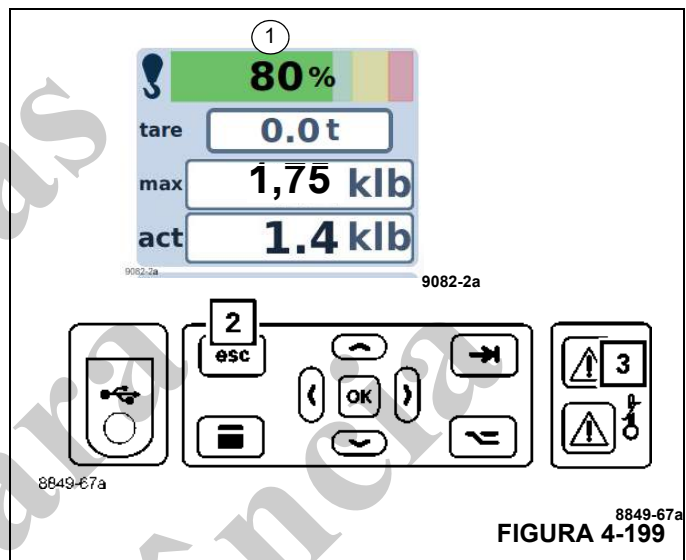

FIGURA 4-199
- Um tom intermitente de campainha soará. Após cinco segundos, será possível desligar o tom de campainha usando o botão (2, Figura 4-199).
- A lâmpada (3) acende.
- O mostrador (1) exibe o grau de utilização atual, por exemplo, 80%; a barra fica verde.